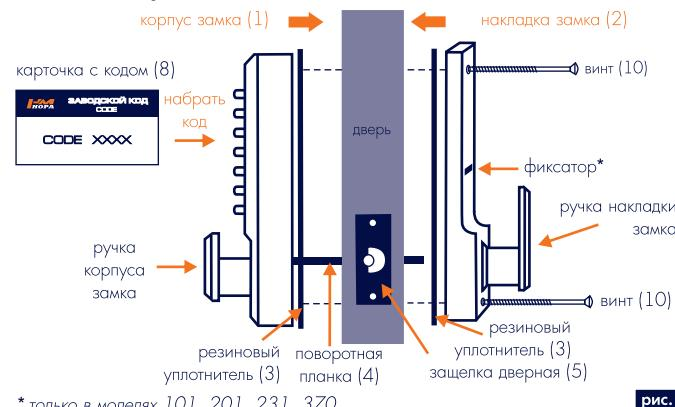

рис. 2
Замок кодовый универсальный: подходит как для левых, так и для правых дверей, открывающиеся наружу и внутрь. Возможна установка на двери толщиной 50 - 60 мм (при использовании винтов (10) **рис. 2** длиной 50 мм). При необходимости, укоротив поворотную планку (4), возможна установка на двери с меньшей толщиной 35 - 45 мм, (при использовании винтов (10) **рис. 2** длиной 35 мм).
- ручка корпуса замка (1) **рис. 2** должна повернуться и легко вернуться в исходное положение. Если вы хотите изменить код замка, следует сделать это до его установки на дверь (см. инструкцию по смене цифро-буквенной комбинации накладки замка, **стр. 7**);
- вставьте поворотную планку (4) через прямоугольный паз в двери и убедитесь, что она входит в защелку (5) согласно **рис. 2**;
- используйте винты (10) **рис. 2** под толщину двери так, чтобы винты плотно прижимали накладку замка к двери;
- приставьте корпус замка (1) и накладку замка (2) к двери, как показано на **рис. 2**;